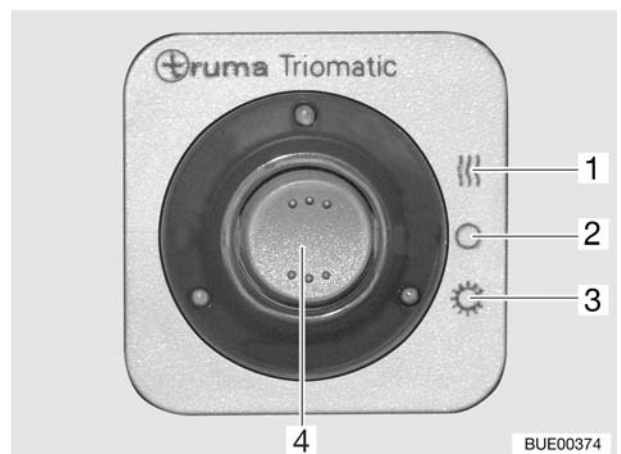

Fig. 50 Visualizzatore a distanza
Il visualizzatore a distanza (Fig. 50) segnala, all'interno del veicolo, quale bombola del gas è in funzione.
Impostare la modalità di funzionamento tramite l'interruttore a bilico (Fig. 50,4).
- Funzionamento invernale "On e riscaldamento" (Fig. 50,1)
- Spento (Fig. 50,2)
- Funzionamento estivo "On" (Fig. 50,3)